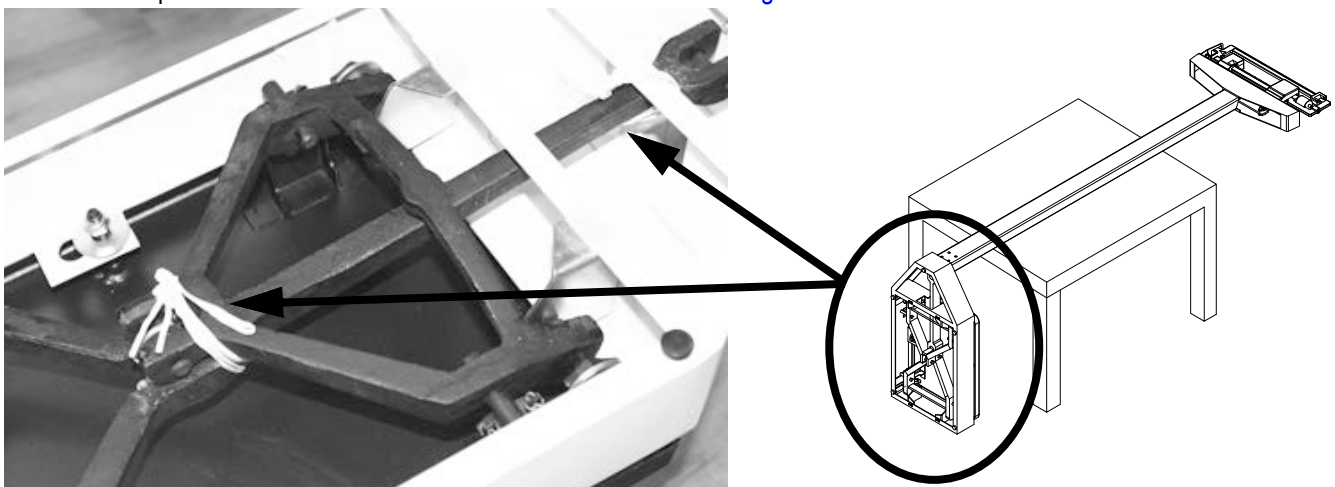

Figura 2-5. Coloque la báscula sobre la mesa para acceder a su parte inferior
1. Coloque la báscula sobre una mesa como se muestra en la Figura 2-5.
Retire y deseche los cables de las palancas como se muestra en la Figura 2-5.